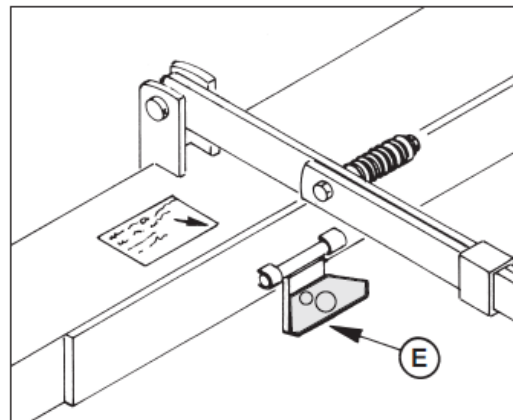

FIG. 4.11
#### **NON CHIUDERE MAI IL CILINDRO OLEODINAMICO SE NON AVETE RUOTATO VERSO IL BASSO IL FERMO (E) (Fig. 4.11).**
#### **NO CERRAR JAMÁS EL CILINDRO OLEODINÁMICO SIN HABER ANTES GIRADO HACIA ABAJO LA PLACA DE BLOQUEO (E) (Fig. 4.11).**
#### **NEVER CLOSE HYDRAULIC CYLINDER IF RELEASE SUPPORT "E" HAS NOT BEEN TURNED DOWNWARDS (FIG. 4.11)**
#### **NE JAMAIS FERMER LE CYLINDRE OLEODYNAMIQUE SI VOUS N'AVEZ PAS TOURNE VERS LE BAS L'ARRETOIR (E) (Fig. 4.11).**